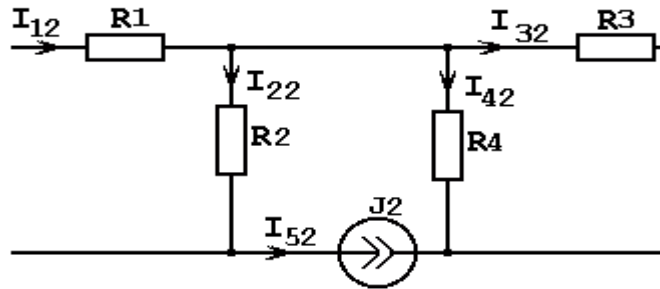

Рисунок 1.59
4.1. Указываем условно-положительные направления токов в ветвях (рисунок 1.59).